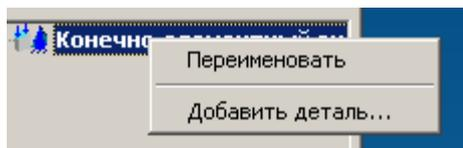

Рис. 4.3.2 Добавление детали в дерево сборки.
2) выбрать в дереве модели конечно-элементный анализ сборки, нажать правую клавишу мыши и выбрать в контекстном меню соответствующую команду (рис. 4.3.2).